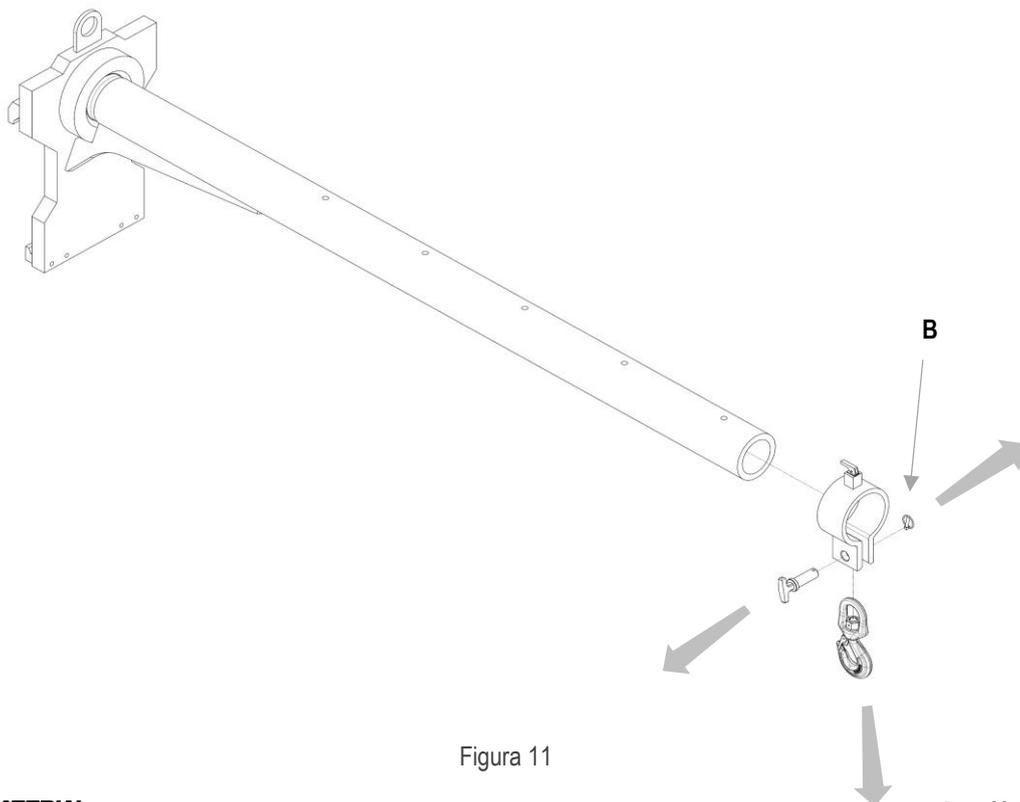

Figura 11
3. Rimuovere la coppia di sicurezza a scatto (B), sfilare il perno e togliere il gancio (Figura 11)